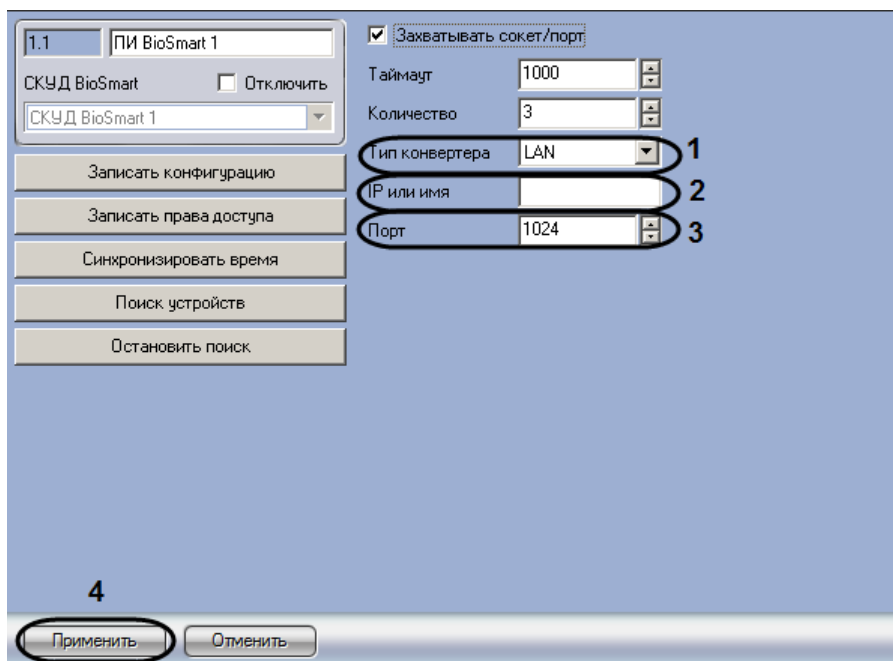

Рис. 3.3—4 Настройка подключения контроллеров BioSmart через конвертер LAN-485
1. Перейти на панель настроек объекта **ПИ BioSmart** (Рис. 3.3—4).
2. Из раскрывающегося списка **Тип конвертера** выбрать значение **LAN** (см. Рис. 3.3—4, 1).
3. В поле **IP или имя** ввести IP-адрес или сетевое имя конвертера LAN-485 (см. Рис. 3.3—4, 2).